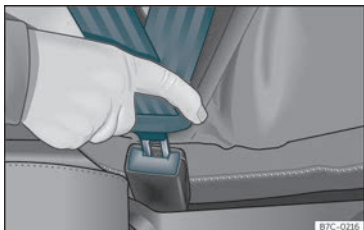

Fig. 9 Inserire la linguetta della cintura di sicurezza nella relativa chiusura.
- Incastrare la linguetta nella chiusura del relativo sedile »» fig. 9.